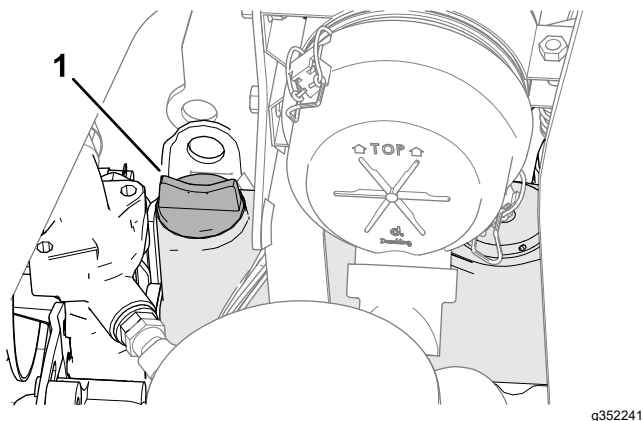

Figura 69
5. Si el nivel de aceite es bajo, retire el tapón de llenado (Figura 69) y añada poco a poco pequeñas cantidades de aceite, comprobando el nivel frecuentemente, hasta que el nivel llegue a la marca de lleno de la varilla.